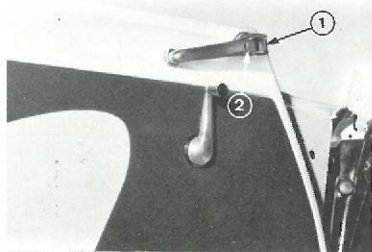

Abb. 40
Zum Öffnen einer Türe fassen Sie den Griff (Abb. 40) mit der vollen Hand und drücken mit dem Daumen auf Hebel ①, der von vorn nach hinten geschoben werden muß.